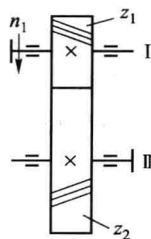

图 2
2. 一对标准斜齿圆柱齿轮传动, 如图 2 所示。已知输入轴 I 的转速 $n_1 = 960\text{ r/min}$, 输入功率 $P_1 = 3\text{ kW}$, 齿轮齿数 $z_1 = 21, z_2 = 62$, 法向模数 $m_n = 2.5$, 分度圆柱上的法面压力角 $\alpha_n = 20^\circ$, 试计算:
F_{t2} 、 F_{a2} 和 F_{r2} 的方向见解图 2。